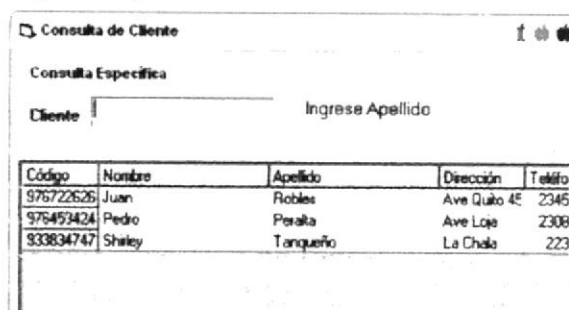

Figura 4.4 Pantalla de Consulta de Cliente
3. Dar clic en el botón de Búsqueda  y aparecerá la pantalla de consulta de Cliente. (Ver Figura 4.4).